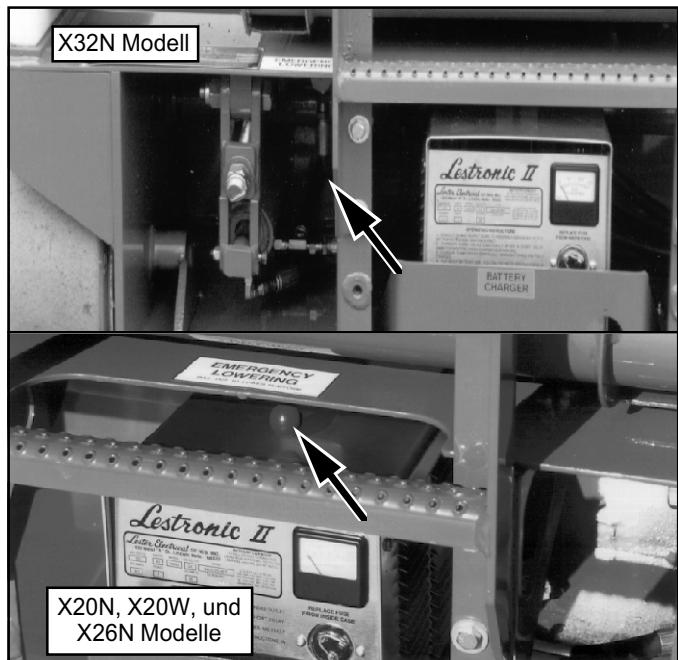

Abbildung 3: Notablaßventil
15. Öffnen Sie das Fahrwerk-Absenkventil (Abbildung 3), um die korrekte Funktion zu überprüfen, indem Sie den Hebel herausziehen und halten. Sobald die Plattform ganz abgesenkt wurde, schließen Sie das Ventil durch Loslassen des Hebels.
Bitten Sie eine Person am Boden das Notablaßventil, das sich an der Rückseite der Maschine befindet (Abbildung 3), zu öffnen.